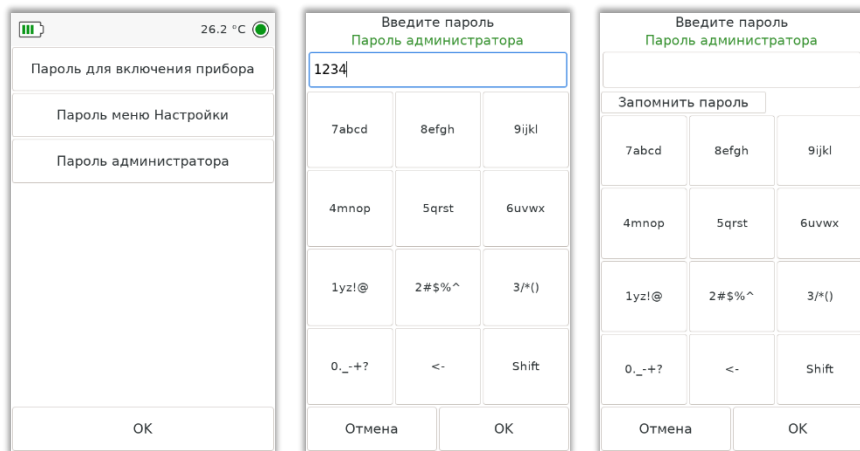

Рисунок 35 Окно меню Безопасность, установка и проверка пароля для доступа к настройкам
Кнопка «Безопасность» переводит в меню задания пароля на разные действия с прибором. Возможны следующие варианты: пароль для включения прибора, пароль меню Настройки, пароль администратора (Рисунок 35).
- 5.7.8.4. На экране проверки пароля можно выбрать «Запомнить пароль» до перезагрузки спектрометра (Рисунок 35). Если кнопка «Запомнить пароль» не нажата, то прибор будет запрашивать пароль каждый раз при попытке выполнения запароленного действия.